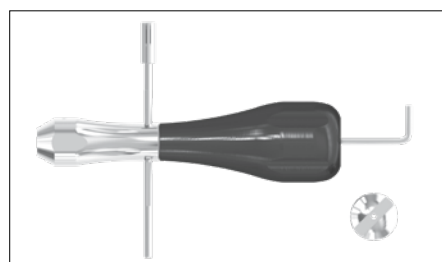
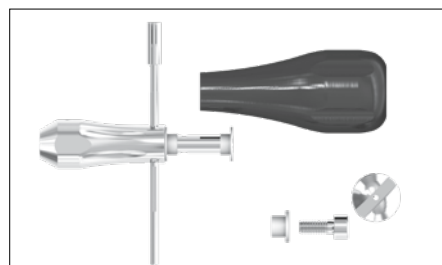

Fig. 5
Fig. 6
Die darunterliegende Zylinderschraube mit dem screwdriver key 3.0 (Innensechskantschlüssel 3,0) entfernen (Fig. 5) und den tomas®-screwdriver in seine Bestandteile zerlegen (Fig. 6).